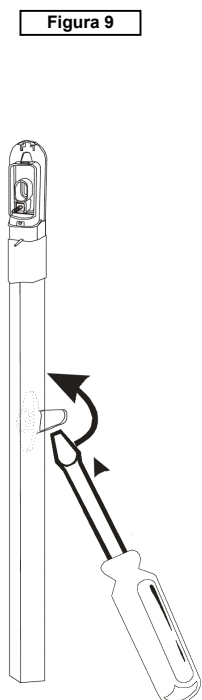

Figura 9
- Spingere con un cacciavite le alette dei blocchi intermedi facendole ruotare (figura 9)